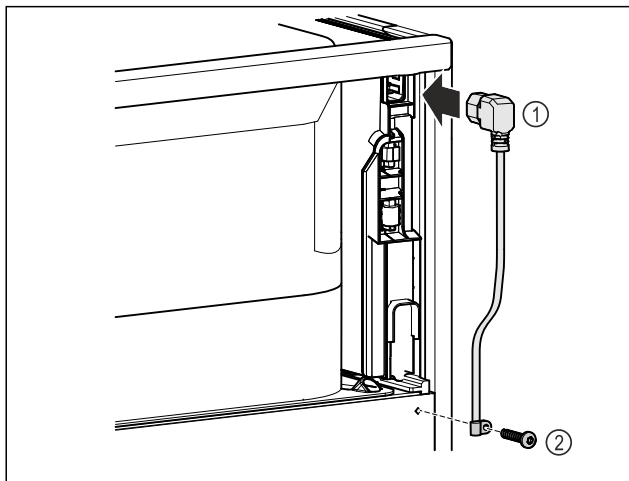

Fig. 13
- ▶ Vtičnica hladilne naprave napeljave omrežnega priključka Fig. 13 (1) na zadnji strani naprave.
- ▶ Namestite element za sproščanje napetosti. Fig. 13 (2)